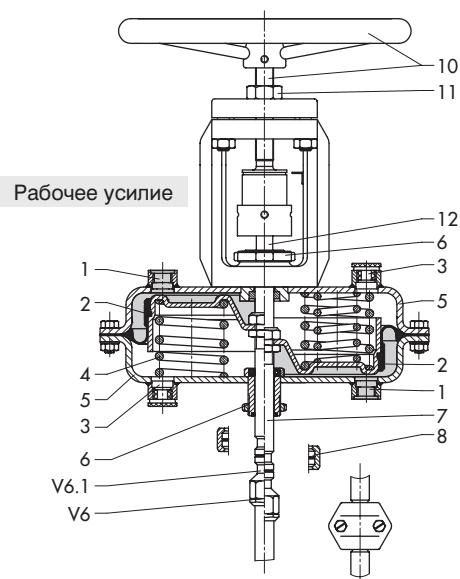

Рис. 7 · Привод 240 до 700 см2 с ручным регулированием
На рис. 7 показано сечение привода с **ручным дублером на верхней крышке мембранны**, предназначенный для эффективной поверхности от 240 до 700 см2. В стандартном режиме работы штоки (7 и 12) не связаны с резьбовым шпинделем (10). После ослабления контргайки (11) можно осуществлять ручную установку регулятора.